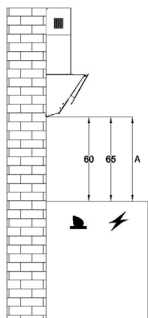
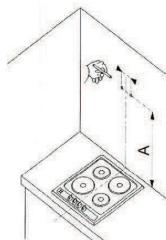

Рис. 4
Рис. 6
Если Вы используете газовую плиту или газовую поверхность, расстояние "А" между нижней частью вытяжки и поверхностью для приготовления пищи должно составлять не менее 65 см, если электрическая не менее 60 см (Рис.4). Во время монтажных работ следует соблюдать действующие положения по отводу воздуха. Когда вытяжка используется одновременно с устройствами сжигания газа или другого топлива, в помещении должна быть надлежащая вентиляция.
- Приложите корпус вытяжки к стене (рис. 6), сохраняя минимальное 65 см для газовых и 60 см для электрических плит между нижним краем вытяжки и поверхностью для приготовления пищи на плите (рис. 4).